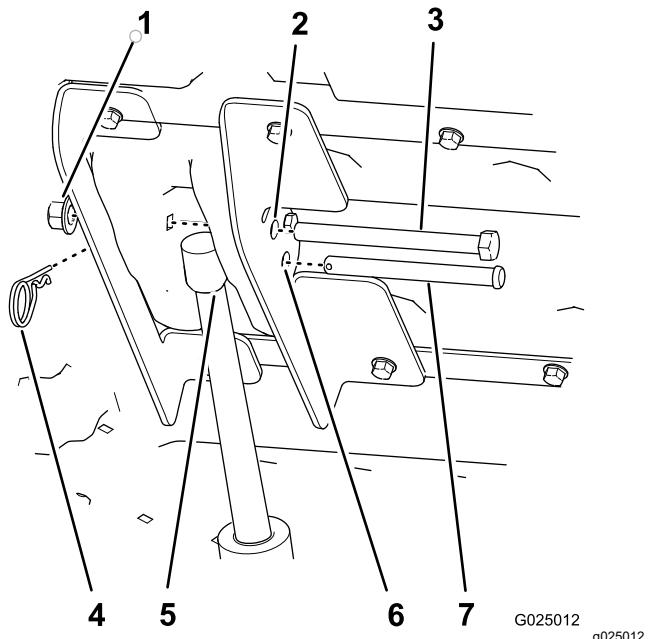

Figura 12
- Presione la parte superior del interruptor de elevación de la plataforma para extender la varilla del actuador del elevador hasta que el orificio de la varilla esté alineado con los orificios de los soportes de elevación interior y exterior (Figura 12).
- Sujete la varilla del actuador del elevador a los soportes de elevación con el pasador (3 1/2") y la chaveta (Figura 12).
- Inserte el perno de cabeza hexagonal (1/2" x 5 1/2") a través de los otros orificios de 12,7 mm de los soportes de elevación interior y exterior (Figura 12) y sujetelo con una contratuerca (1/2") hasta que la tuerca esté ajustada.